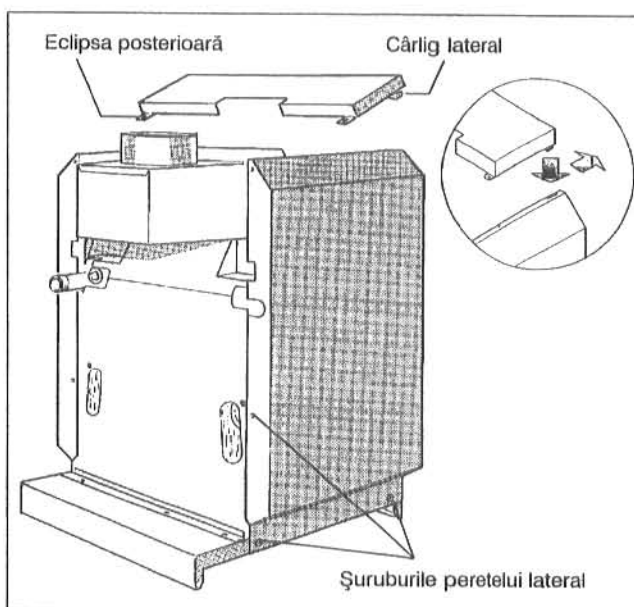

Fig. 11: Pereții laterali și capota frontală a cazanului
- Ambii pereți laterali se vor fixa fiecare jos cu două șuruburi de tablă precum și la partea din spate a cazanului cu un șurub de tablă (Fig. 11).
- Ambele cârlige laterale ale capotei frontale ale cazanului se vor îndoi cu un clește și se vor introduce din spate în găurile lunguiețe ale țesăturii peretelui lateral (Fig. 11).
- Ambele eclipse posterioare ale capotei frontale a cazanului se va fixa cu două șuruburi de tablă la pereții laterali (Fig. 11).